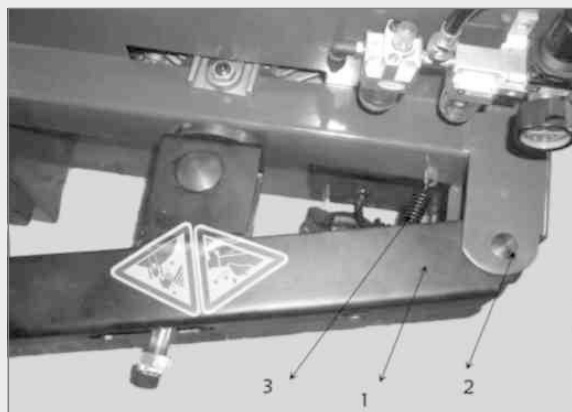
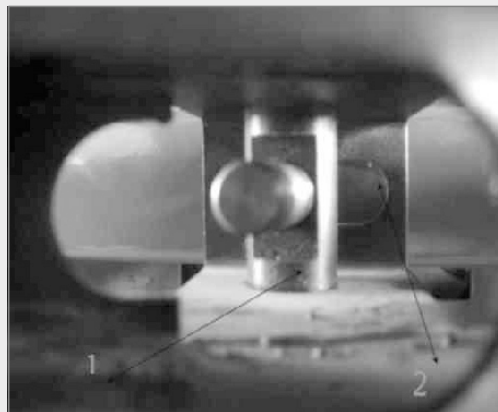

Рисунок 8
Рисунок 9
5. Поместите втулку вала рычага разъединения борта на корпусе (Рис. 8 -1), чтобы выровнять отверстие, установите болт разъединения борта (Рис.8 -2) и **установите стопорное кольцо**(Рис. 7-4). Вставьте поршневой шток (Рис. 9 -2) через отверстие направляющей втулки **разъединения борта** (Рис. 9 -1).
Поверхность направляющей втулки должна находиться снаружи (Рис. 9). Смонтируйте удаленную гайку (Рис. 7-1) на переднюю часть поршневого штока. Гайка будет смонтирована. Расстояние от края режущей пластины разъединения борта до резиновой наклейки разъединения борта – 30~40мм (Рис. 12).
Установите пружину (Рис. 8 -3).